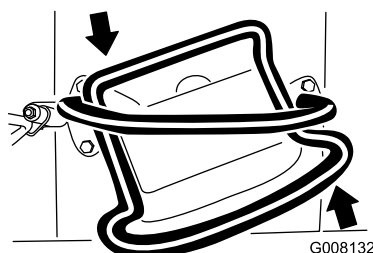

Figura 12
- Para virar para a esquerda, rode o controle de tração no sentido contrário ao dos ponteiros do relógio (Figura 12).